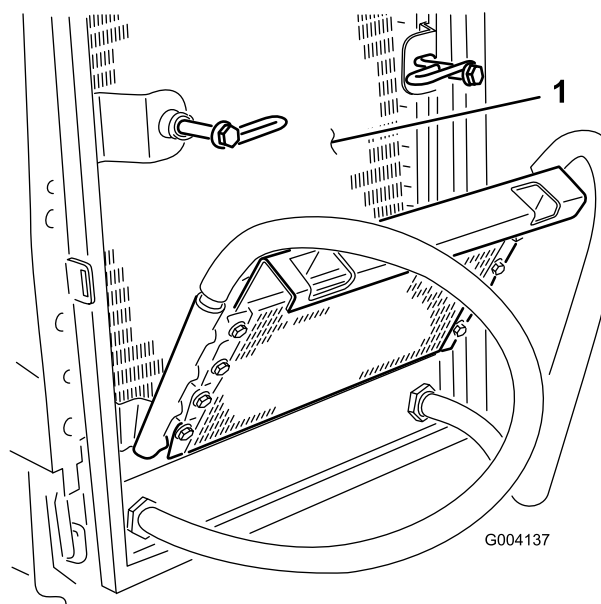

図 62
6. オイルクーラとラジエターの裏表を図 62 圧縮空気で丁寧に清掃する。